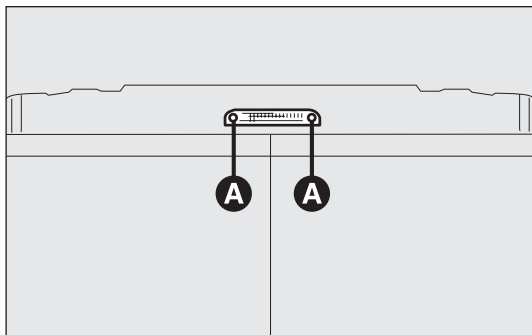

fig. 201
- dévisser les deux vis de fixation A-fig. 201 ;